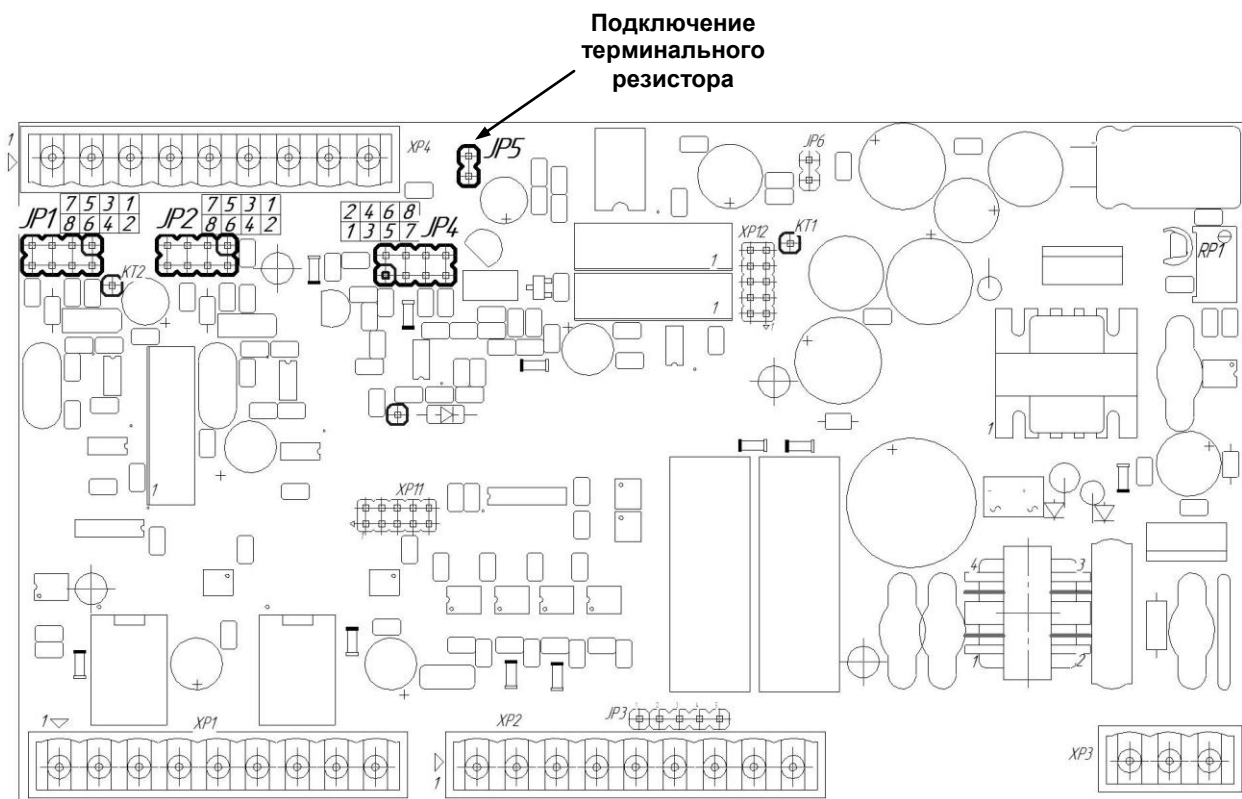

Рисунок 4.2 – Положение перемычек на плате входов БРУ-110Н
- установить положение переключателей на модуле универсальных входов в положение согласно выбранному типу входного сигнала БРУ-110Н (таб. 4.1, рис. 4.2).
Диапазон изменения выходного аналогового сигнала АО устанавливается переключателями JP4 (см. рисунок 4.2) на модуле универсальных входов/выходов. Типы выходного сигнала и соответствующие положения переключателей приведены в таблице 4.2